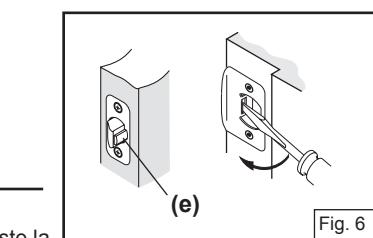

Fig. 5
**Note 2.** **A.** If you received a latch with a faceplate and you prefer a drive-in latch, you must first remove faceplate (b) from latch by prying it off from both sides (see figure 4). **B.** With plates removed, align collar opening with shape of bolt and slide it on until the catch pins (c) of latch snap into the pin holes (d) of collar (see figure 5). This option requires a 1" (25mm) diameter hole. Note for drive-in latch: align and insert latch in door edge by hand as far as possible before driving with a mallet.
**Remarque 2.** **A.** Si vous avez reçu un verrou avec un têtière (b) et si vous préférez un verrou à enfouissement, il faut en premier retirer la têtière en faisant levier des deux côtés (voir figure 4). **B.** Avec la têtière enlevé, aligner l'ouverture de l'embase avec la forme du pêne et glissez-le dessus jusqu'aux attraper-goupilles (c) soyez dans les petits trous (d) du collier (voir figure 5). Cette option exige un trou de diamètre 1" (25 mm). Nota pour le verrou à enfouissement : Alignez et insérez à la main le verrou dans le bord de la porte aussi loin que possible avant de l'enfoncer avec un mallet.